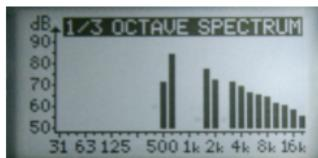

Abb.6
- 1/3 Oktave Audiospektrum (*Abb.6*)